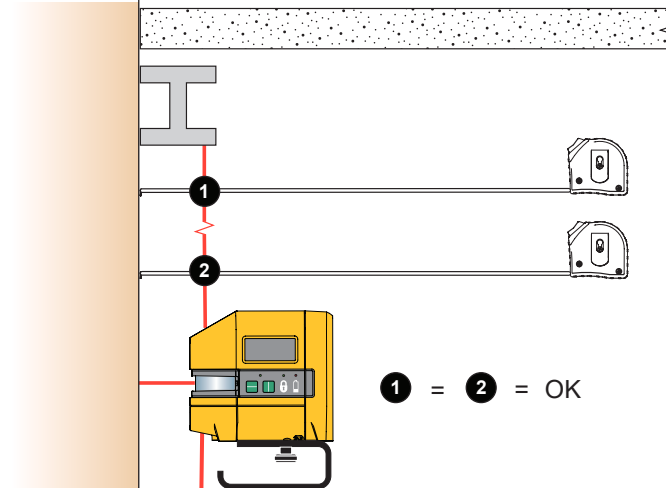

图 6. 当前物体垂直检查
2. 在离本产品不同的距离上测量从物体至激光的距离。请参见图 6。